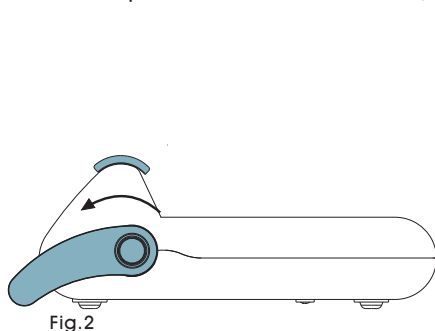

Fig. 2
- 3► Tire de la palanca hasta su trabamiento, será emitido un bip (Fig. 2), dando inicio al sellado (6 segundos). Al fin de este tiempo, el LED se encenderá y dos bips serán emitidos continuamente. Obs.: después de 5 minutos con la palanca abajada, la selladora será apagada.